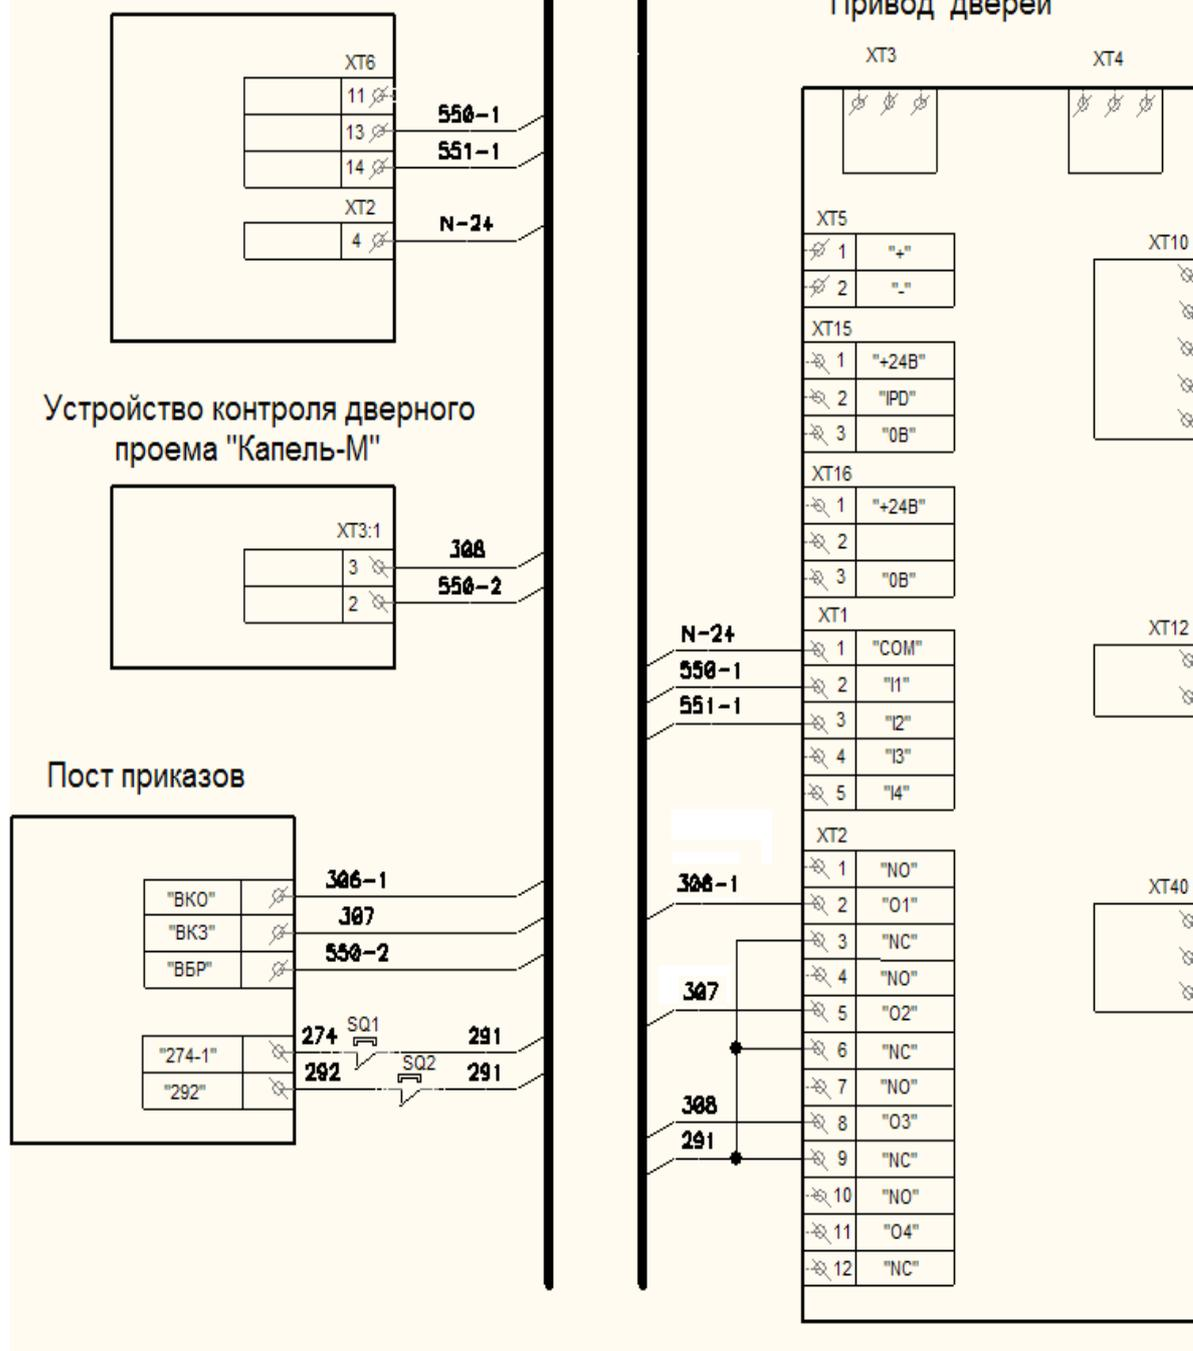

Рисунок 8. Схема подключения.
7.1 Подключите сигнальные цепи станции управления лифтом к разъемам X1 и X2 привода двери в соответствии со схемой, приведенной на рис. 8.
Дверь может начать движение в неправильном направлении по отношению к команде. В этом случае необходимо держать кнопку нажатой до тех пор, пока дверь не закроется полностью. Светодиод контрольного выключателя REF SWITCH должен загореться (см. рис. 8).